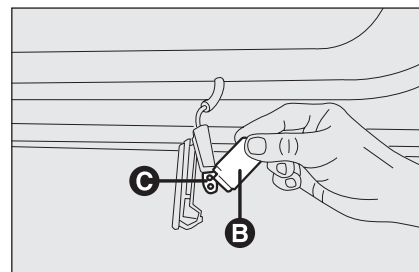

fig. 37
- premere lateralmente sullo schermo della lampada **B**-fig. 37 in corrispondenza dei due perni di fissaggio e ruotarlo;
- sostituire la lampada **C**-fig. 37 inserita a pressione;